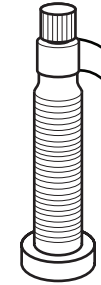

Abb. 46. Vier Lagen Teflonband um das Ventil wickeln.
2. Wickeln Sie vier dünne Schichten Teflonband um das Ende des Ventils, sodass sowohl das schmale Gewinde als auch ein kleiner Teil des breiteren Schafts bedeckt sind. Warnung: Nicht die Lufteinlassöffnung am Ende des Ventils abdecken (Abb. 46).